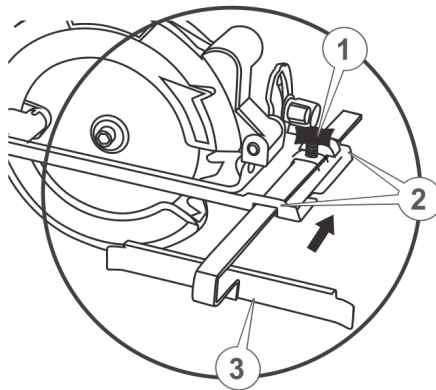

Рисунок 5. Встановлення паралельної напрямної.
1. затискним ключем викрутити притискний гвинт (1, рис. 5);
2. розташувати паралельну напрямну (3, рис. 5) у пазах металевої бази (2, рис. 5) та затиснути гвинт.